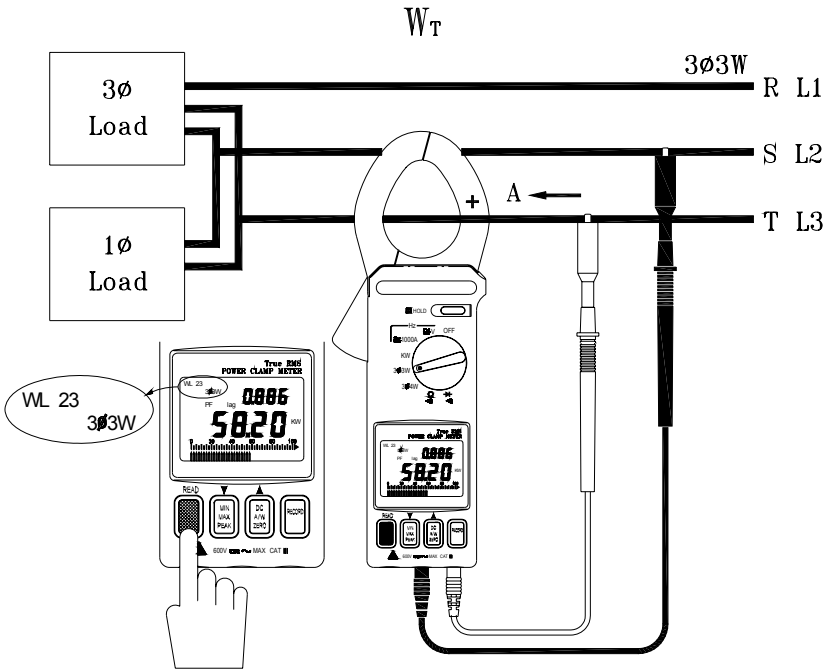

Figura 5
**B. Misura  $W_{TS}(L3L2)$  (consultare figura 5).**